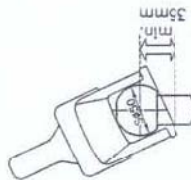

Bild 1: Kugelstange Zugfahrzeug
1.3 Die Zugkugelpkupplung WS 3000/3500 kann nur zusammen mit Kupplungskugeln nach DIN 74058 / ISO 1103 eingesetzt werden, wenn der Kugelhals im Bereich von 35 mm frei von Anbauteilen ist. (Bild1) (statt 32 mm nach DIN 74058 / ISO 1103).